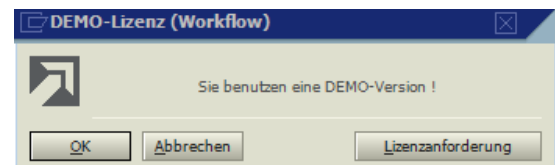

Abb. 3.2
In dem Dialog *DEMO-Lizenz* bestätigen Sie den Button *Lizenzanforderung* (Abb. 3.2). Wählen Sie in dem nachfolgenden Dialog *Lizenzanforderung (Workflow)* die Schaltfläche *Lizenzdatei öffnen* und lesen Sie Ihren gültigen Lizenzschlüssel ein. Sollten Sie keinen gültigen Lizenzschlüssel besitzen, so fordern Sie diesen bei der Firma Novaline Informationstechnologie GmbH telefonisch unter +49 (0)5971 868-0 oder elektronisch unter [vertrieb@novaline.de](mailto:vertrieb@novaline.de) an.